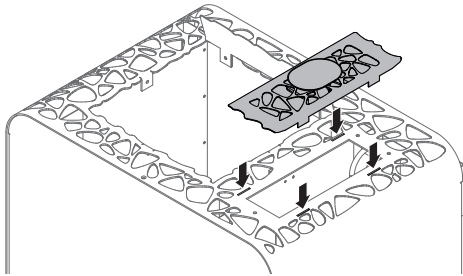

Abb. 5
- Die beiliegende Verdampferschale mit den vier unteren Arretierungsglaschen wie in Abb. 5 in die vorgesehenen Aufnahmeschlitze in der Abdeckung einstecken.